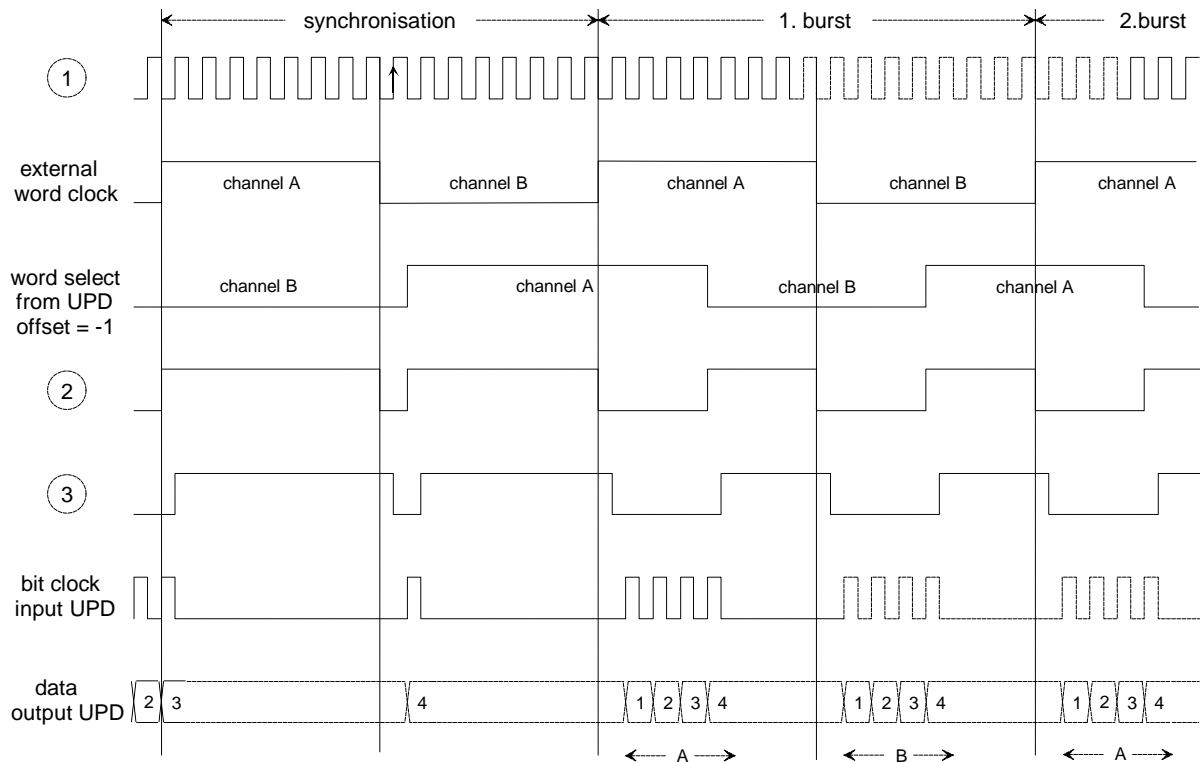

Bild 7: Timing-Diagramm für die Erzeugung zweikanaliger gemultiplexter Daten-Bursts
Abbildung 7 zeigt das Timing-Diagramm. Der besseren Übersichtlichkeit wegen wurden Datenbursts mit nur 4 bit pro Datenwort gezeichnet, die mit dem UPD-Generator nicht erzeugt werden können. Das Schaltungsprinzip kann hiermit ebensogut erklärt werden.
Das externe Wordclock-Signal wird im EXOR-Gatter mit dem Wordselect-Signal aus dem UPD verglichen. Bei Gleichheit liegt der Ausgang des Gatters auf Low, der UPD bekommt über das NOR-Gatter ein Taktsignal wie zu Beginn im Diagramm Bild 7 dargestellt. Mit dem Umschalten des externen Wordclock-Signals wird mit der nächsten steigenden Flanke des externen Taktsignals an Leitung ① ein High-Signal an den Ausgang des Flipflops durchgeschaltet. Das NOR-Gatter wird gesperrt, aufgrund des nun fehlenden Takt-Signals werden die Ausgangssignale des UPD nicht mehr verändert. Im gezeigten Beispiel bleibt der UPD mit der Ausgabe von Datenbit "3" stehen. Das erneute Umschalten des externen word clock gibt den Takt für den UPD wieder frei, Datenbit "4" von Kanal B wird ausgegeben. Dies war das letzte im UPD-Generator-Panel unter *Wordlength = 4* eingestellte Datenbit, worauf der UPD die Wordselect-Leitung zur nun folgenden Ausgabe des Kanal A auf High umschaltet. Das Bitclock-Signal am Ausgang des NOR-Gatters wird aber dadurch erneut unterbrochen, da die Kanalkennzeichnung des externen Wordclock-Signals nicht mit der des UPD übereinstimmt. Die weitere Ausgabe der Daten unterbleibt.
Bitclock	RISING , wenn ein Timing wie in Abbildung 7 gewünscht wird; FALLING , wenn die Datenworte mit der fallenden Flanke des an den UPD angelegten Taktsignals übergeben werden sollen.